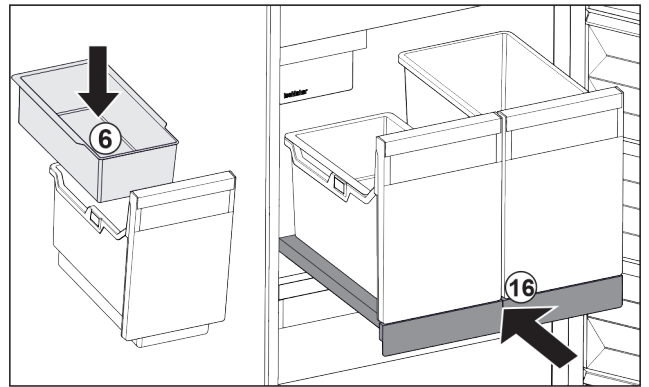

Fig. 107
- Inserire la vaschetta da agganciare *Fig. 107 (6)* per i cubetti di ghiaccio.
- Inserire il ripiano estraibile con il contenitore (IceTower). *Fig. 107 (16)*